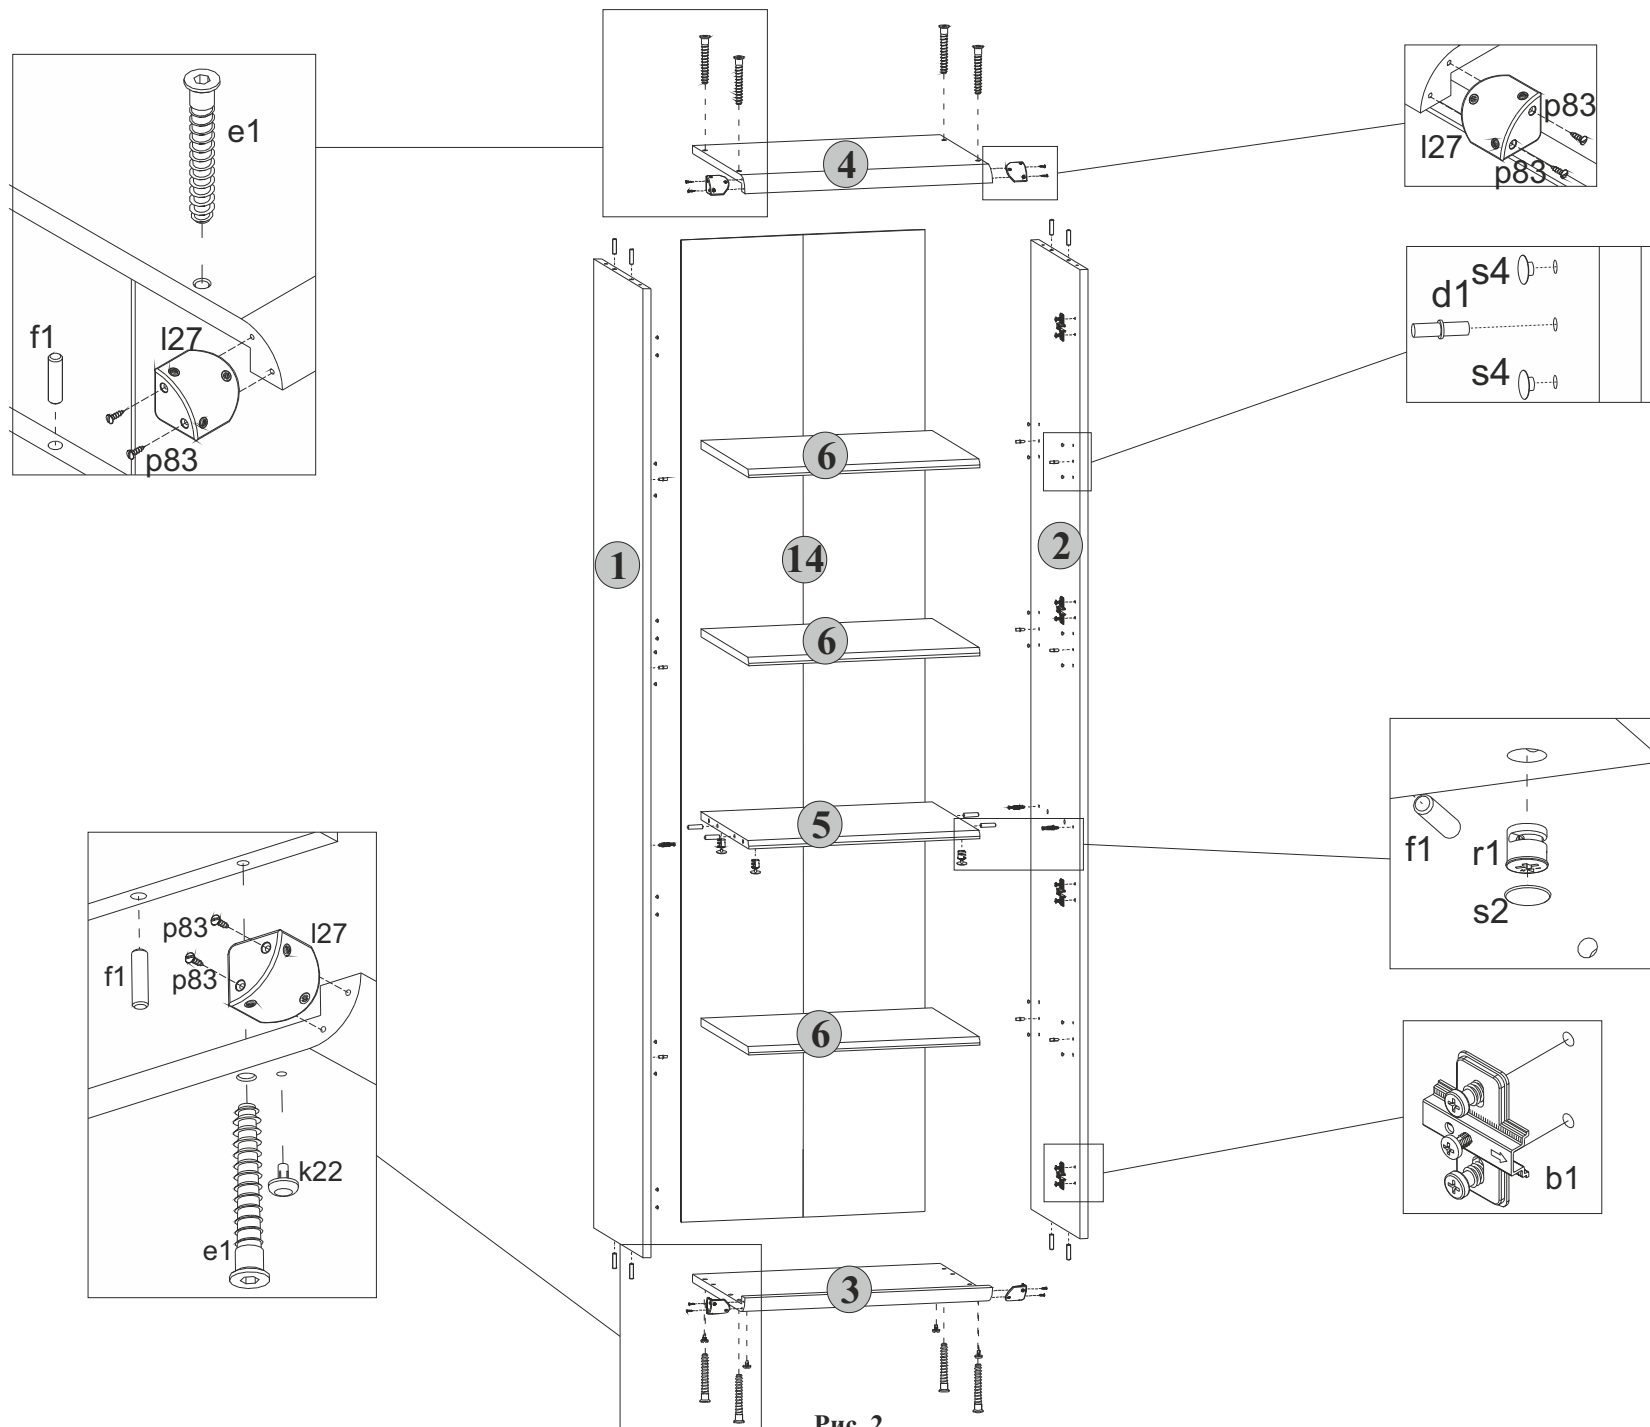

Рис. 2
зависимости от уровня расположения полок вкладных вставить полкодержатели **d1**. Оставшиеся отверстия закрыть заглушками **s4** (**см.рис. 2**).
5.6 На нижней поверхности полки соединительной **5** в отверстия диаметром **15 мм** вставить стяжки эксцентриковые **r1** (**см.рис. 2**).
5.7 В отверстия диаметром **4,5 мм** на нижней поверхности щита нижнего **3** вставить опоры полимерные **k22** (подпятники) (**см.рис. 2**).
5.8 К стенкам боковым **1** и **2** присоединить щиты нижний **3** и верхний **4** и стянуть еврошурупами **e1**, пользуясь специальным ключом **z1** из комплекта фурнитуры (**см.рис. 2**).
5.2 В отверстия диаметром 8 мм на верхних и нижних краях стенок боковых 1 и 2, а также на боковых краях полки соединительной 5 вбить деревянные шканты f1 (см.рис. 2).
5.4 В отверстия диаметром 5 мм в центральной части на внутренних поверхностях стенок боковых 1 и 2 вкрутить винты стяжки r16 для установки полки соединительной 5, пользуясь крестообразной отверткой (см.рис. 2).